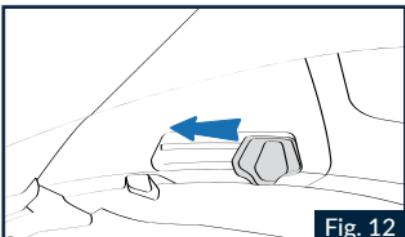

Fig. 12
1.1 Um das VPS zu aktivieren, den Schieber wie in Abb.12 dargestellt betätigen, bis das Einrasten zu hören ist, womit bestätigt wird, dass sich das VPS in der gewünschten Stellung befindet. Das VPS ist mit einer ganzen Reihe von Zwischenpositionen einstellbar, um einen optimalen Komfort des
- 3.1. Das Kinnteil des Helms öffnen und das VPS vollständig absenken (siehe vorherige Anweisungen). (Abb.12).
bewegen (siehe vorherige Anweisungen) (Abb.12).